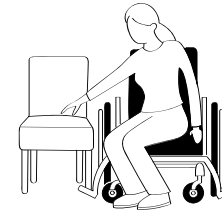

Figure 5.1
- 1 Positionnez le fauteuil le plus près possible à côté du siège vers lequel vous effectuez un transfert, avec les roulettes avant pointées vers le siège. (Voir la figure 5.1) Engagez les dispositifs de blocage des roues. Transférez votre poids dans le siège avec le transfert.